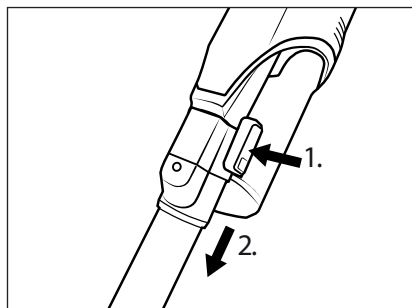

Fig. 11
- ♦ Para desmontar el tubo de aspiración **(23)** del aparato, mantenga pulsado el botón de desenganche del tubo de aspiración **(24)** y tire del tubo de aspiración **(23)** para extraerlo del orificio de aspiración del aparato (consulte la fig. 11).